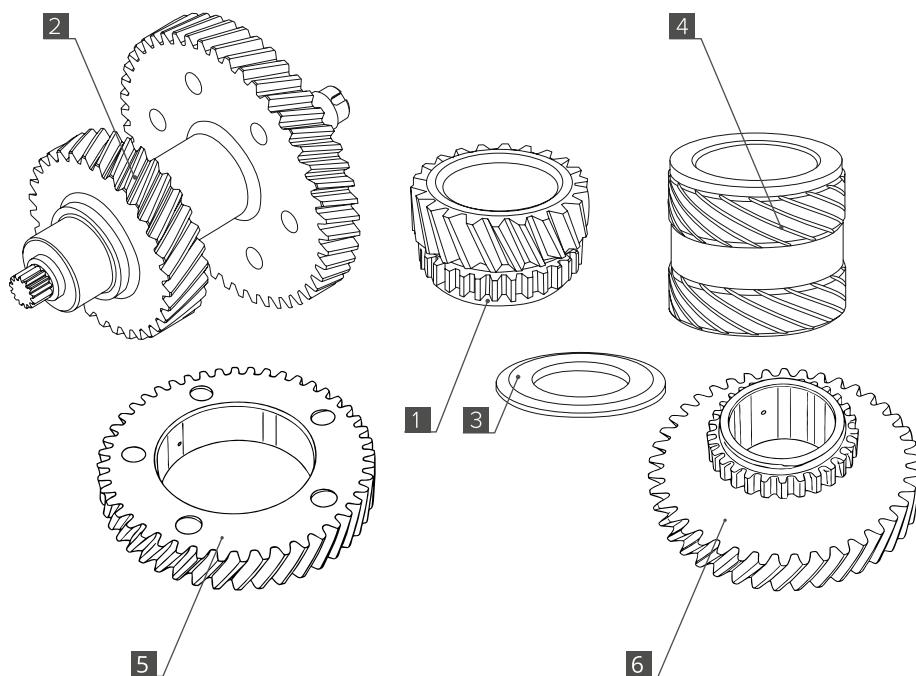

Рис. 1
- ① **ВНИМАНИЕ:** В связи с постоянной работой по совершенствованию изделия, повышающей его надежность и улучшающей эксплуатационные характеристики, в конструкцию могут быть внесены незначительные изменения, не отраженные в настоящей инструкции.
**Элементы понижающего комплекта (Рис. 1):**